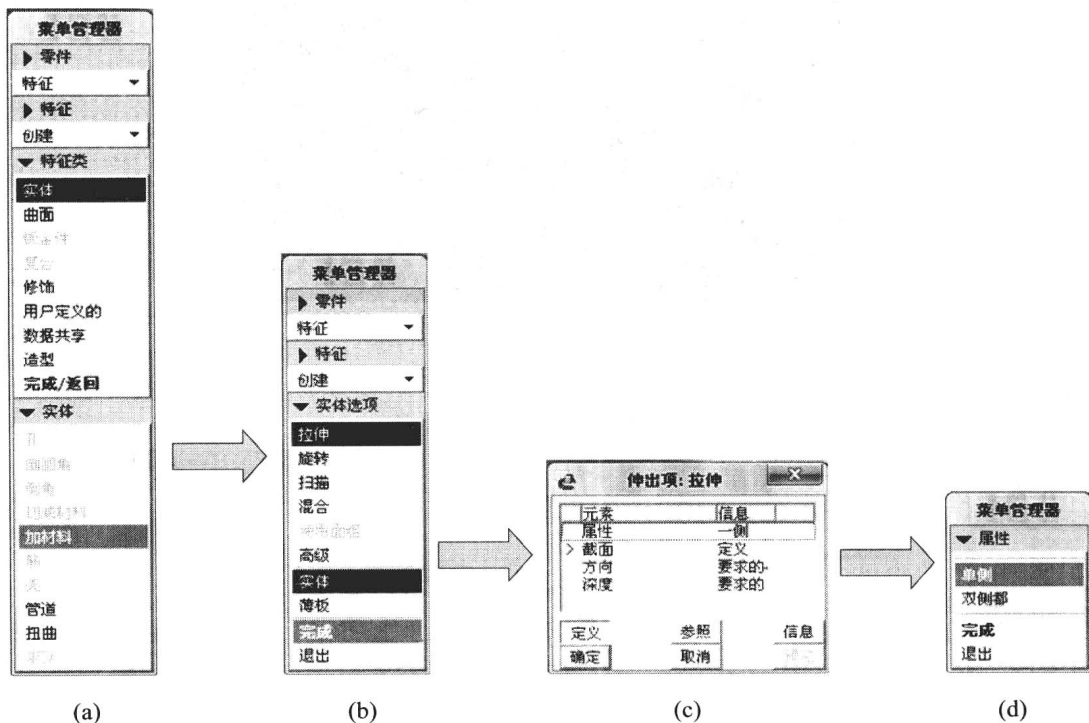

图 1-5 “特征”菜单
STEP 4 选择“菜单管理器”|“特征”|“创建”|“实体”|“加材料”命令，系统出现“实体选项”菜单，如图 1-5(a)、(b)所示。
选择“拉伸”|“实体”命令后，单击“完成”命令，系统出现“伸出项：拉伸”对话框，如图 1-5(c)所示。
同时，系统出现“属性”菜单，如图 1-5(d)所示。